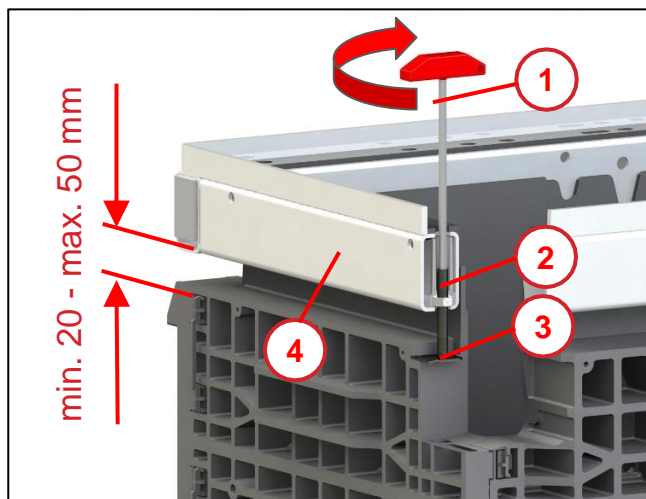

Abb. 37
- Stahlrahmen (1) wieder auf den Kabelschacht aufsetzen.
- **Beachten:** Die Gewindestifte (2) der zuvor eingestellten Höhenverstellung durch den noch weichen Trockenmörtel (3) drücken bis sie wieder auf der Blechunterlage aufstehen (siehe Abb. 37 - Pos. 3).